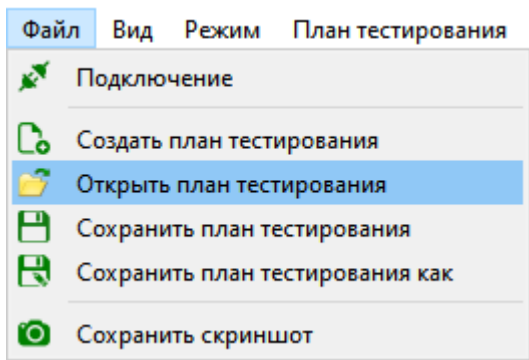

Рисунок 19. Внешний вид вкладки Файл
- Во вкладке "Файл" -> "Открыть план тестирования" (рисунок 19) можно выбрать ранее сохраненный план тестирования, либо загрузить ранее снятый эталон платы с автоматической